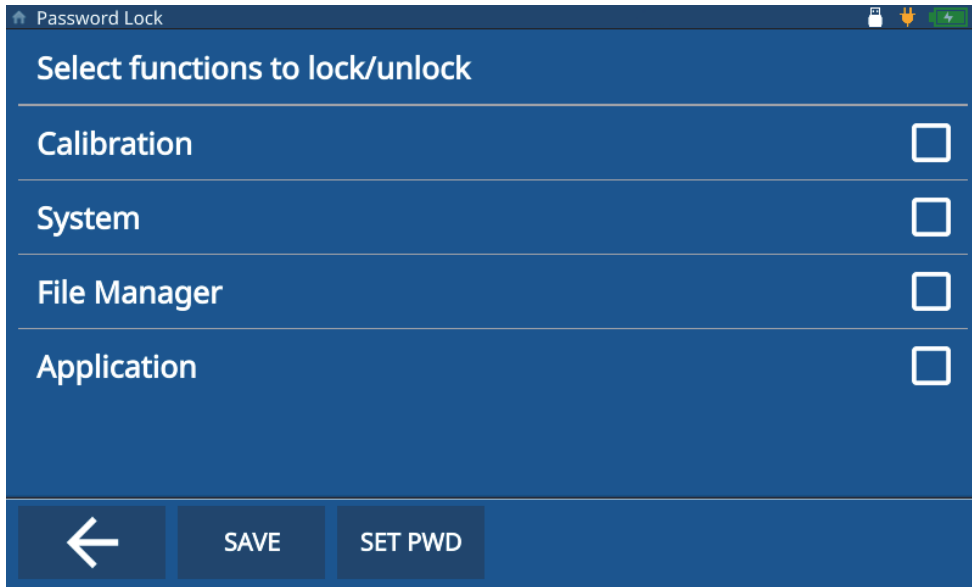

Figura 8-1 Pantalla para bloquear el instrumento
La pantalla Password Lock (Bloqueo por contraseña) [ver Figura 8-1 en la página 78] permite bloquear las siguientes funciones:
4. Seleccione las funciones a bloquear marcando las casillas de verificación apropiadas (ver Figura 8-1 en la página 78).